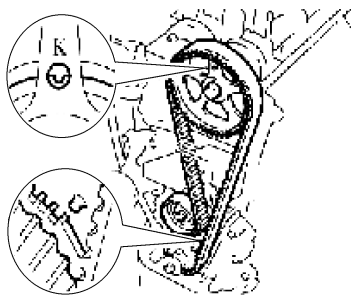

图 1-112 检查正时记号
c. 如图 1-112 所示，检查每个带轮与正时记号是否对齐。如果正时记号没有对齐，拆下正时带，重新安装。